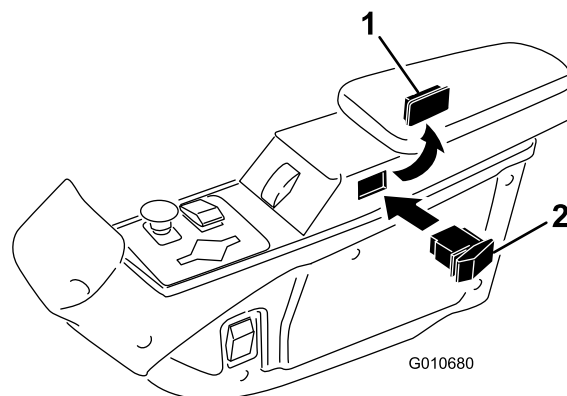

Figura 10
1. Rimuovete il tappo dal foro presente sul lato operatore del bracciolo di comando (Figura 10).
2. Inserite l'interruttore nel foro (Figura 10). Posizionate l'interruttore facendolo oscillare in avanti per innestarlo.